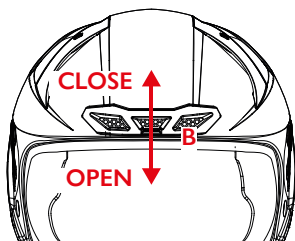

FIGURE 4
ENTREE D'AIR AVANT — B — Figure 4
- Figure 4: Faites glisser le curseur central vers le haut pour fermer l'entrée d'air, faites-le glisser vers le bas pour l'ouvrir.